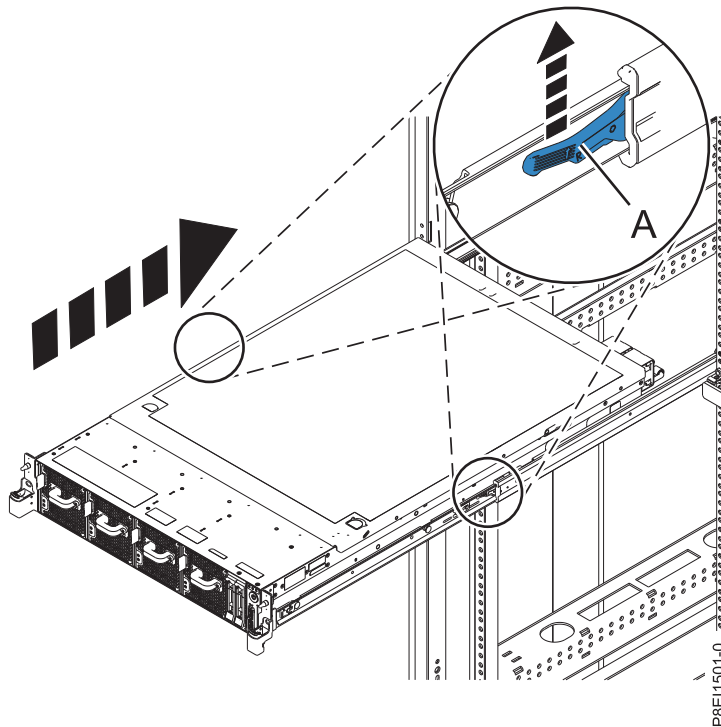

Figure 43. Mise en position de fonctionnement du système
1. Déverrouillez les taquets de sécurité bleus (A) en les soulevant.
- Alignez l'unité centrale et les glissières et poussez l'unité centrale pour la remettre en place dans l'armoire jusqu'à ce que les deux taquets de déverrouillage du système soient verrouillés. Voir figure 43.